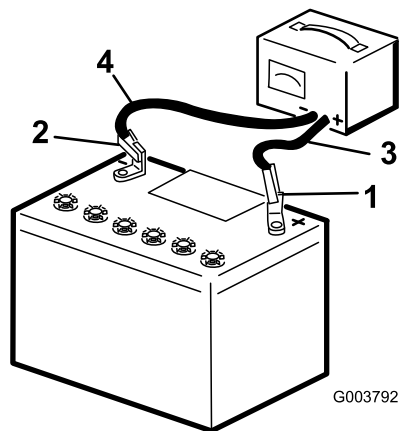

Рисунок 46
3. Подсоедините положительный провод зарядного устройства к положительному штырю аккумулятора (Рисунок 46).
6. После полной зарядки аккумулятора отсоедините зарядное устройство от источника электропитания и штырей аккумулятора (Рисунок 46).
4. Подсоедините отрицательный провод зарядного устройства к отрицательному штырю аккумуляторной батареи (Рисунок 46).